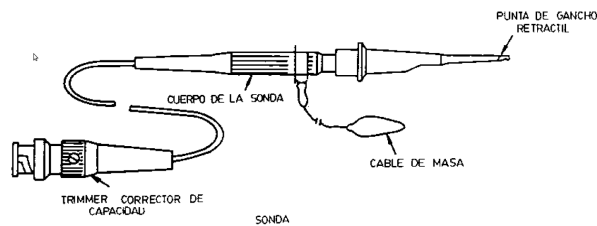

Figura 3.2: Sonda.
2. Sondas: El aparato debe tener dos sondas, figura 3.2, o terminales insertados cada una en los bornes X-1 e Y-2. Cada sonda se compone a su vez de dos polos: el polo positivo es el gancho oculto en el extremo de la sonda que aparece retrayendo la punta, y el polo negativo o cable de masa, el cocodrilo. La sonda medirá la diferencia de potencial entre ambos polos. La sonda se muestra en la figura 3.2.